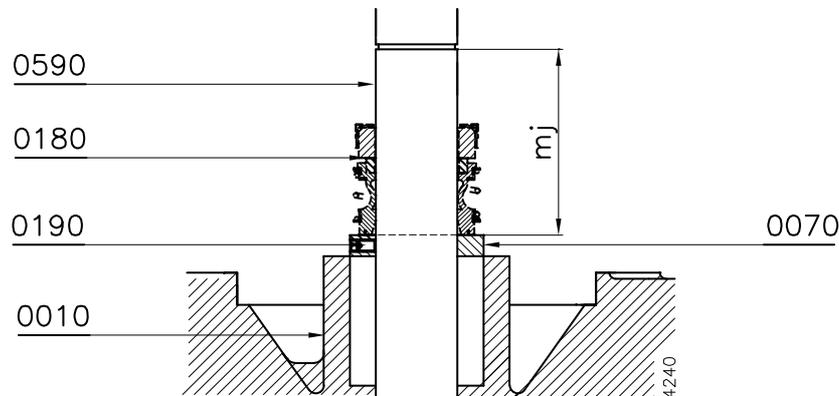

Figure 8: Réglage de la garniture mécanique.
- 1 Montez l'anneau de réglage (0070) et bloquez-le au moyen de la vis de réglage (0190)(pour MCV 20: (0210)). Pour la distance exacte voir la valeur **mj** dans le tableau suivant et figure 8